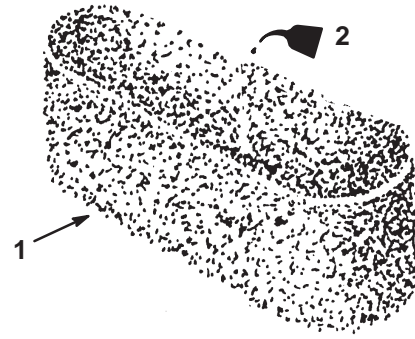

Abbildung 29
- Etwas Öl auf den Einsatz geben (Abb. 29). Den Einsatz drücken, um das Öl zu verteilen.